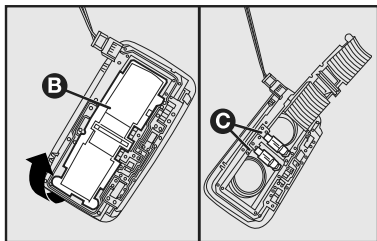
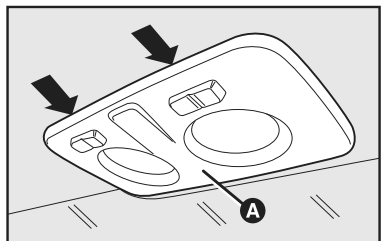

fig. 22
fig. 21
- atuar nos pontos indicados pelas setas e remova a plafoniera **A-fig. 21**, cuidando para não danificar o revestimento do teto e a plafoniera com a ferramenta;
- abrir a portinhola de proteção **B-fig. 22**;
- substituir as lâmpadas **C-fig. 22**, liberando-as dos contatos laterais e certificando-se que as novas lâmpadas estejam corretamente bloqueadas entre os contatos;
- fechar a portinhola **B-fig. 22** e fixe a plafoniera **A-fig. 21** no próprio alojamento certificando-se do bloqueio.